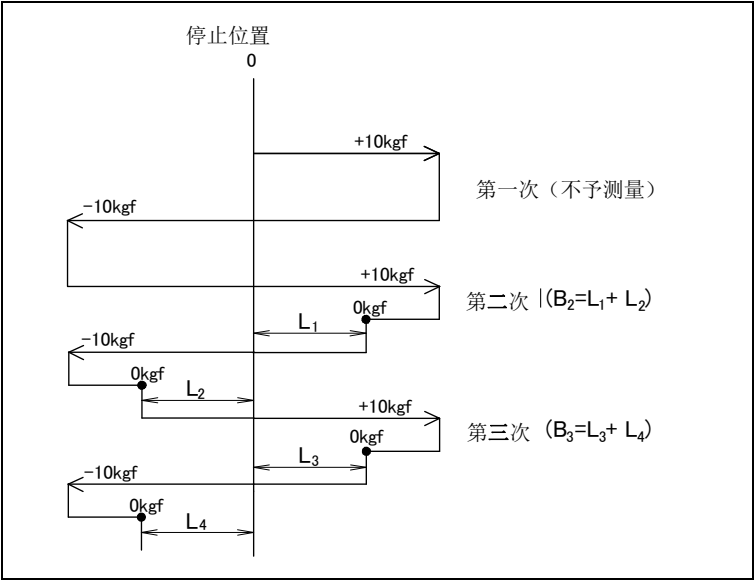

图 4.3 (a) 齿隙测量方法
- 2 向各轴施加图 4.3 (a)所示的正负负载。
0°	按照图 4.3 (b)